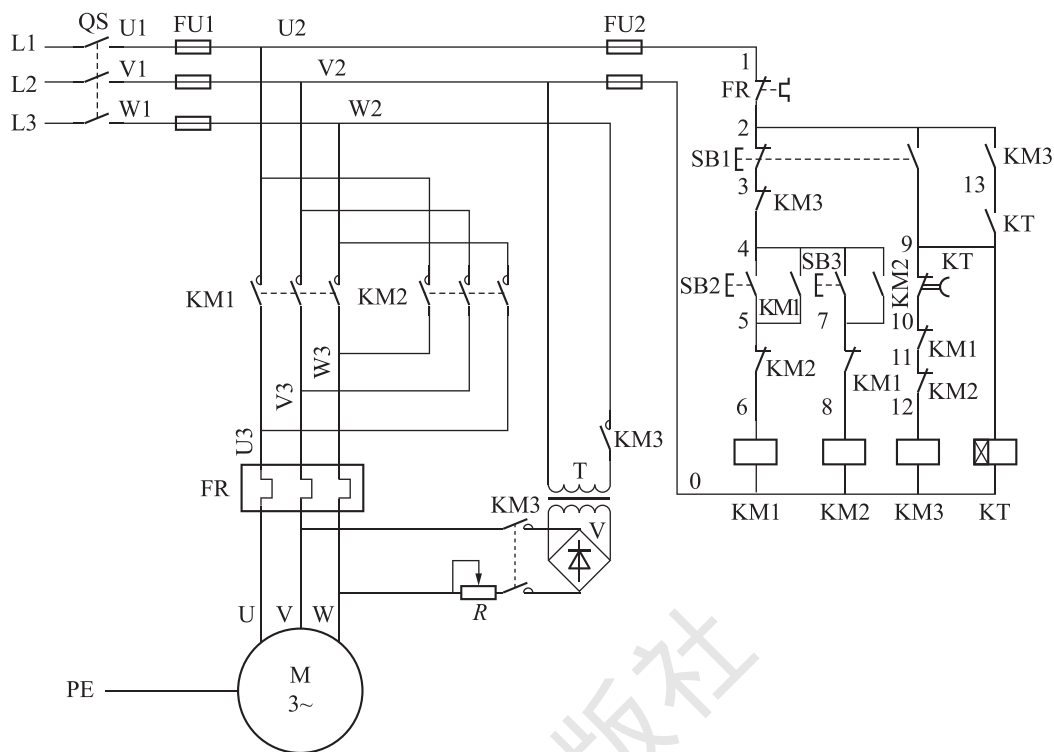
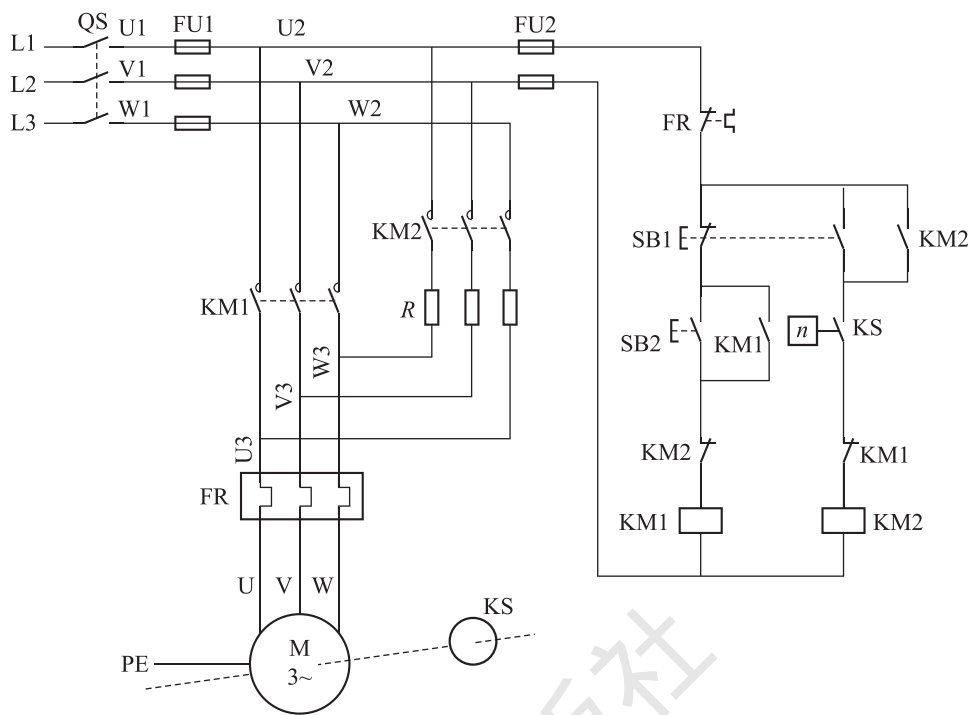

图 1-48 能耗制动控制电路
图 1-49 反接制动控制电路
如图 1-48 所示，接触器 KM1、KM2 的主触点用于电动机工作时接通三相电源，并可实现正、反转控制，接触器 KM3 主触点用于制动时接通全波整流电路提供的直流电源，电路中的电阻 R 起限制和调节直流制动电流以及调节制动强度的作用。工作原理如下：
如图 1-49 所示，主电路中接触器 KM1 用于接通电动机工作相序电源，KM2 用于接通反接制动电源。电动机反接制动电流很大，通常在制动时串接电阻 R 以限制反接制动电流。按下启动按钮 SB2，KM1 线圈得电并自锁，电动机开始运转，当电动机的速度达到速度继电器的动作速度时，速度继电器 KS 的动合（常开）触点闭合，为电动机反接制动做准备。制动时，按下停止按钮 SB1，KM1 线圈失电，由于速度继电器 KS 的动合（常开）触点在惯性转速作用下仍然闭合，使 KM2 线圈得电自锁，电动机实现反接制动。当其转子的转速小于 100 r/min 时，KS 的动合（常开）触点复位断开，KM2 线圈失电，制动过程结束。
如图 1-48 所示，控制电路按照时间原则进行制动控制；还可以按照速度原则进行控制，用速度继电器替代时间继电器，达到制动的目的。能耗制动的制动效果与通入定子绕组的直流电流的大小和电动机转速有关，在转速一定时，直流电流越大，制动效果越好，所以能耗制动仅适用于电动机容量较大、要求制动平稳和制动频繁的场所，并且需要一个支流电源装置，控制线路相对复杂。能耗制动比反接制动所消耗的能量少，其制动电流比反接制动要小得多，不如反接制动的制动效果好。
如图 1-49 所示，反接制动时，必须在电动机每相定子绕组中串联一定的电阻，以限制反接制动电流，避免绕组过热或与机械冲击。反接制动的优点是制动转矩大，制动效果显著。但其制动不平稳，而且能量损耗大，因此常用于制动不频繁、功率小于 10 kW 的中小型机床中。
- 1. 如图 1-48 所示，若按照速度原则进行控制，如何改造控制电路？
- 2. 如图 1-48 和图 1-49 所示，主电路都串联了电阻 R，分别起到了什么作用？
- (1) 三相异步电动机反接制动的优点是（ ）。
- (2) 三相异步电动机采用能耗制动时，当按下停止按钮时，将（ ）。
- (3) 三相异步电动机反接制动时，采用对称电阻接法，在限制制动转矩的同时，也限制了（ ）。
- (4) 如图 1-49 所示，三相异步电动机反接制动时，速度继电器所起到的作用是（ ）。
- (1) 什么叫能耗制动？什么叫反接制动？各有什么特点及适用于什么场合？
- (2) 如图 1-49 所示，若将速度继电器 KS 的正转动作触点和反转动作触点接错，电路将会出现什么现象？